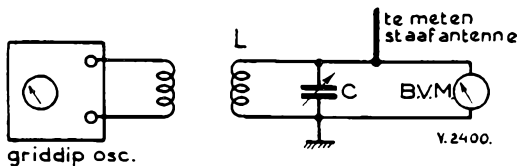

Fig. 1.
**10. Meten van capaciteit en stralingsweerstand van korte antennes.** Zie hiertoe fig. 1 voor de opstelling. Zowel met als zonder antenne wordt de Q-factor van L volgens de methode onder 9 genoemd bepaald, alsmede de standen van C voor beide gevallen van resonantie.